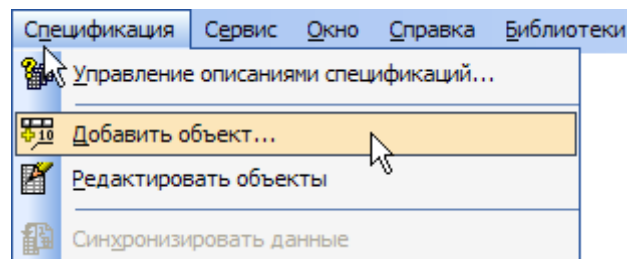

Рисунок 19.
- Для создания объекта спецификации откройте меню Спецификация и выполните команду Добавить объект (рис.19).